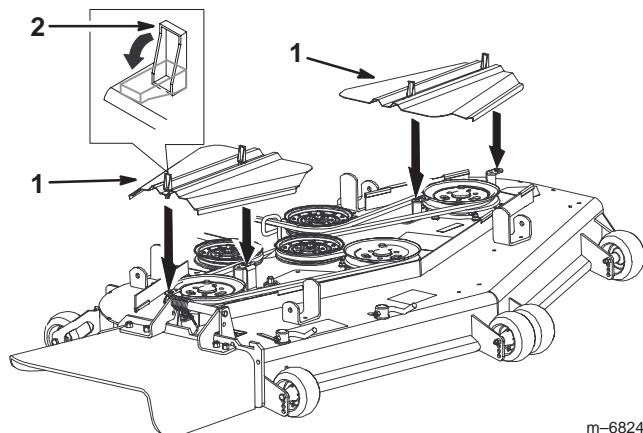

Figure 70
- Déposez les couvercles des courroies (Fig. 70).
- Posez et verrouillez les couvercles de la courroie (Fig. 70).